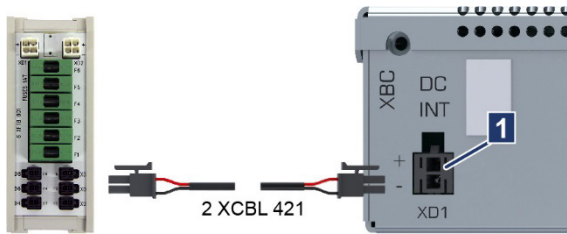

Abb. 6-11: Stromversorgung DC INT
1.  **GEFAHR!** Elektrischer Strom! Sicherstellen, dass die Versorgungsleitungen spannungsfrei sind. Spannungsversorgungskabel 2 XCBL 421 in Buchse *XD1* (*DC INT*) und am Sicherungsblock XFTB in eine der Buchsen *XD3* bis *XD8* stecken (→ Abb. 6-11/1).